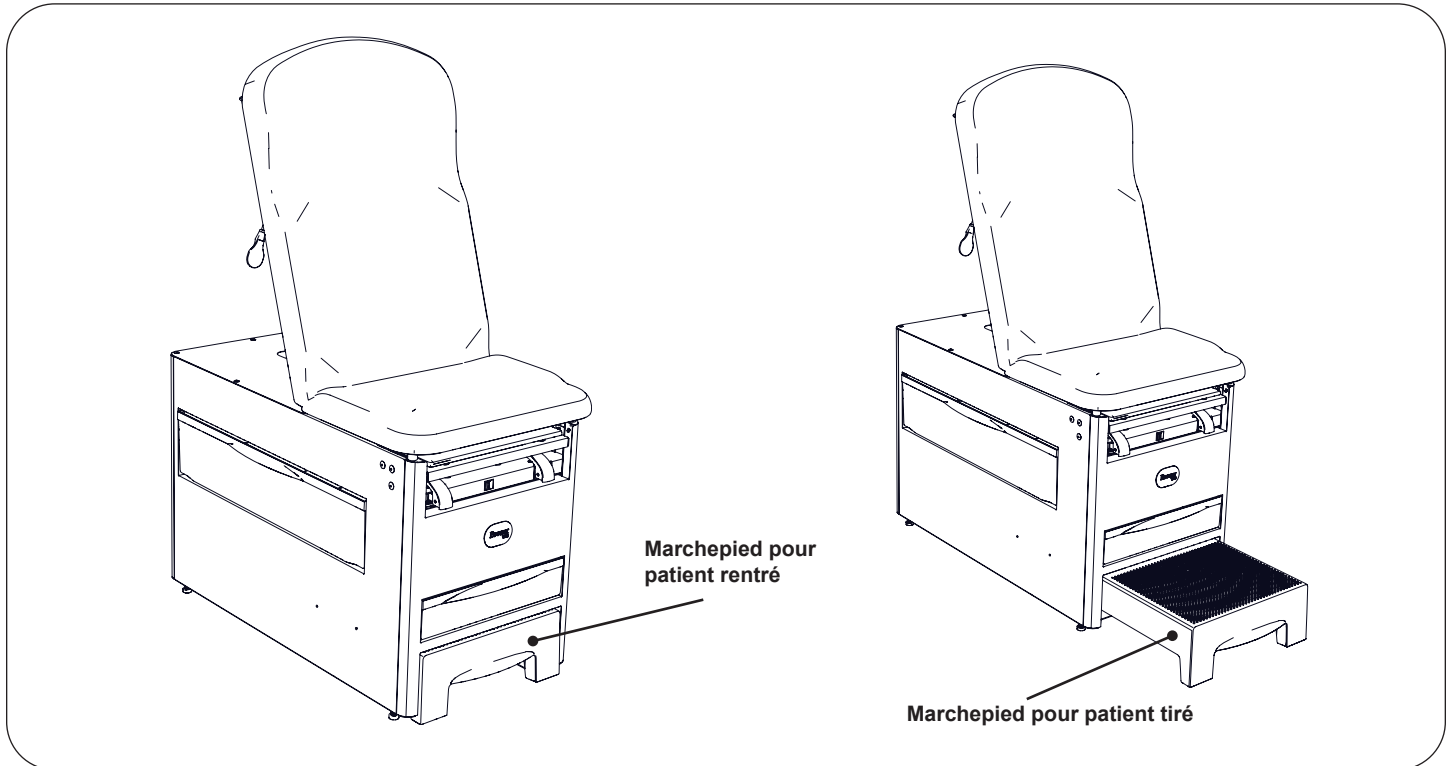

Figure 9. Utilisation du marchepied pour patient
1. Placer une main ou un pied dans l'ouverture à l'avant du marchepied et soulever ce dernier délicatement tout en le tirant complètement (Figure 9).